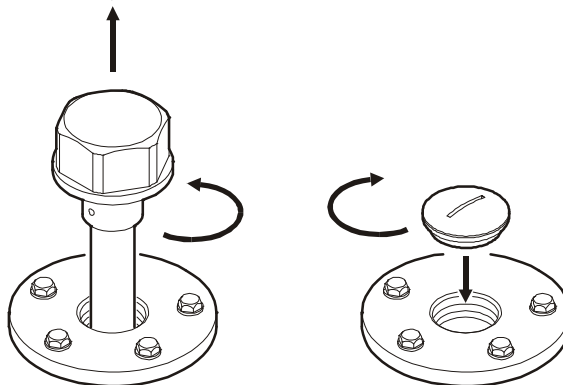

Рис. 3.1 – Повний демонтаж Датчика рівня палива та встановлення заглушки
- закрити отвір фланця заглушкою M25x1,5 (див. таблицю 1.4), як показано на рис. 3.1;